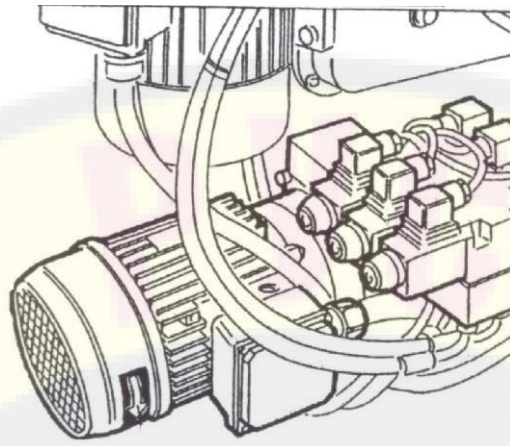

Рисунок 5 Гидростанция
4.2.4 Гидростанция (см. Рисунок 5) является составной частью гидрооборудования стенда, куда входят наряду с ней гидроцилиндры зажима, перемещения каретки и рычага, рукава высокого давления и фитинги.